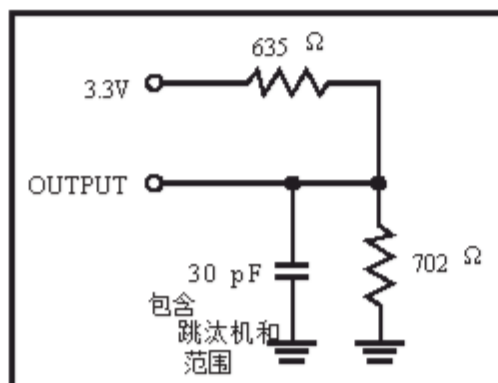

图1.
- 1.测试条件假定信号转换时间为3 ns或更短, 定时参考电平为1.5V, 输入脉冲电平为0至3.0V, 输出负载在图1中指定.
| 输出负载             | 参见图1和2  |